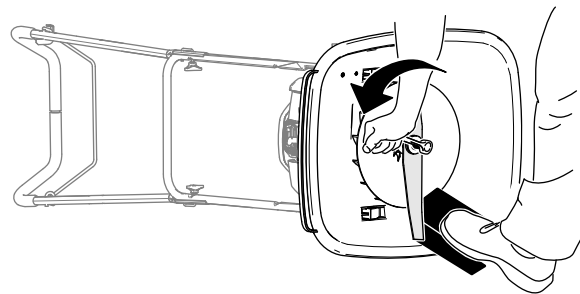

Bild 43
4. Stabilisieren Sie das Messer mit einem Holzblock (Bild 43).